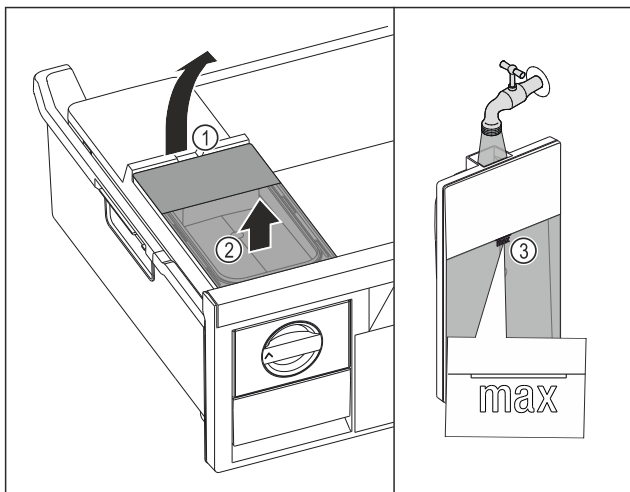

Fig. 98
- ▶ Zvedněte nádržku na vodu za vybrání Fig. 98 (1).
- ▶ Vyměňte nádržku na vodu nahoru. Fig. 98 (2)
- ▶ Naplňte nádržku na vodu pitnou vodou až po značku Fig. 98 (3).